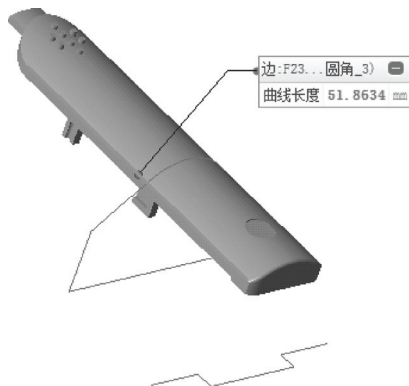

图 12-18 测量模型长度
STEP 04 此时，在绘图区中显示该直线的长度，如图 12-18 所示。